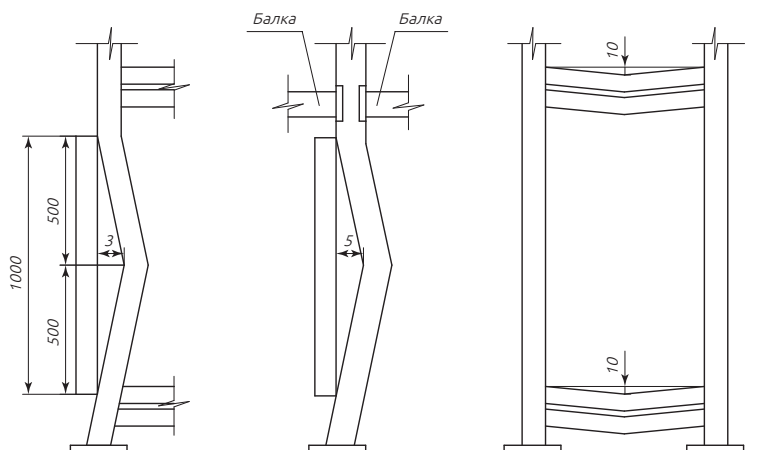

Рис. 19.
- 5.3.1. Контролировать состояние элементов стеллажной системы, а именно, не реже одного раза в неделю проводить внешний визуальный осмотр конструкций на предмет наличия повреждений. В случае выявления повреждений ответственный за эксплуатацию должен незамедлительно провести классификацию повреждения и определить необходимость замены. Замеренные фактические отклонения стоек и рамных стяжек от прямолинейности не должны превышать (плюс/минус)  $A/400$  - отклонение от прямолинейности балки в горизонтальной плоскости в поперечном направлении от линии стеллажей и (плюс/минус)  $A/500$  - отклонение от прямолинейности в элементах рам в вертикальной плоскости. Здесь  $A$  - ширина секции стеллажа между рамами. В случае превышения указанных значений величин, указанных на рис. 19 (см. ниже), эксплуатация таких балок не допускается, поврежденные элементы должны быть незамедлительно заменены! До замены секции стеллажа с дефектными комплектующими нагружать запрещается.